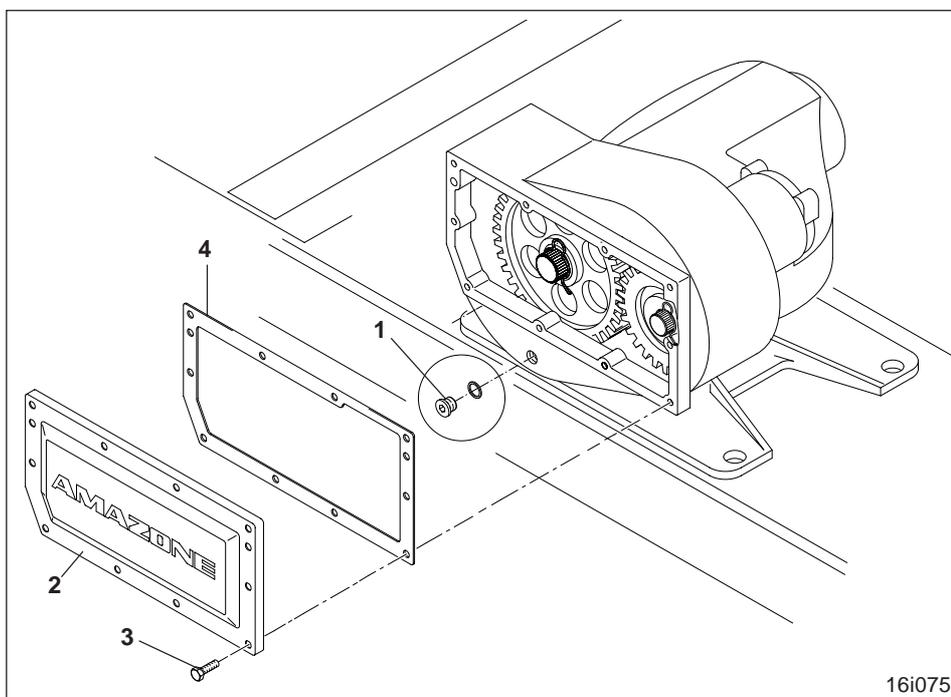
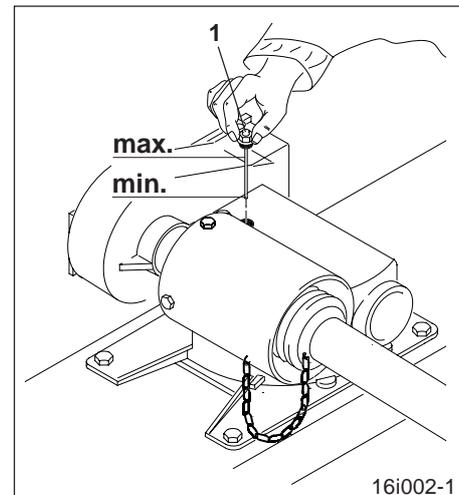

Fig. 9.7
Fig. 9.9
Pour ce faire il faut changer le jeu de pignons dans le boîtier (fig. 9.7) en procédant comme suit :
Il est également possible de diminuer le niveau d'huile en vidangeant de l'huile au niveau du bouchon de vidange (fig. 9.7/1). Une fois que l'échange des pignons a été opéré et si aucune impureté n'est venue dans l'intervalle ternir la qualité de l'huile, cette dernière peut être reversée dans le boîtier par l'orifice de la jauge (fig. 9.9/1).
- 1. Avant de démonter le couvercle du boîtier (fig. 9.7/2) débrayez la prise de force du tracteur, coupez le moteur et retirez la clef de contact !**
- Dévissez les vis 6 pans (fig. 9.7/3) et retirez le couvercle (fig. 9.7/2).
- Reposez le couvercle (fig. 9.7/2) avec son joint (fig. 9.7/4) et vissez le sur le carter du boîtier.
- L'outil de préparation de sol étant mis d'aplomb sur une surface horizontale, contrôlez le niveau d'huile à l'aide de la jauge (fig. 9.9/1). La trace d'huile doit s'arrêter juste en-dessous du repère "max." (fig. 9.9/1). Complétez éventuellement le niveau avec de l'huile de boîte. Le boîtier contient une dose d'huile de : 4,8 l d'huile de boîte 85 W 90.
- Contrôlez le niveau d'huile avec la jauge (fig. 9.9/1) après avoir au préalable posé l'outil de préparation de sol d'aplomb sur une surface horizontale et recomplétez éventuellement le plein d'huile. Sur la jauge (fig. 9.9/1), la trace d'huile doit s'arrêter en-dessous du repère "max.". Contenance totale du boîtier : 4,8 litres d'huile de boîte 85 W 90.